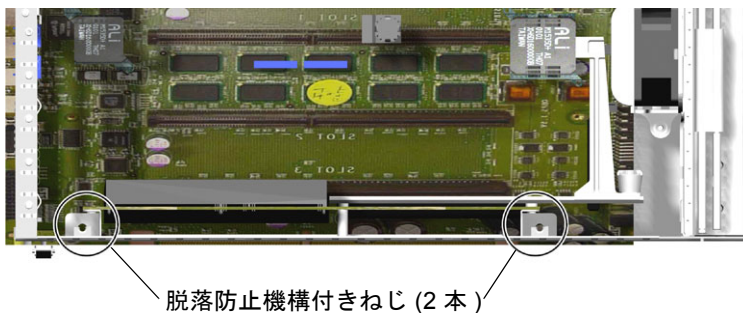

図 1-26 PCI ライザーカードのねじの位置
4. PCI ライザーカードをシステムボードに固定している 2 本の脱落防止機構付きねじを緩めます (図 1-26)。